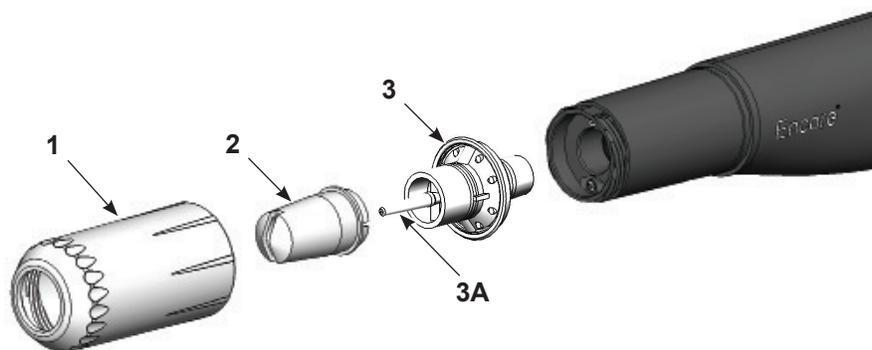

Figura 4-1 Extracción e instalación de la boquilla de aplicación plana
1. Ver la Figura 4-1. Desatornillar la tuerca de la boquilla (1) en sentido antihorario.